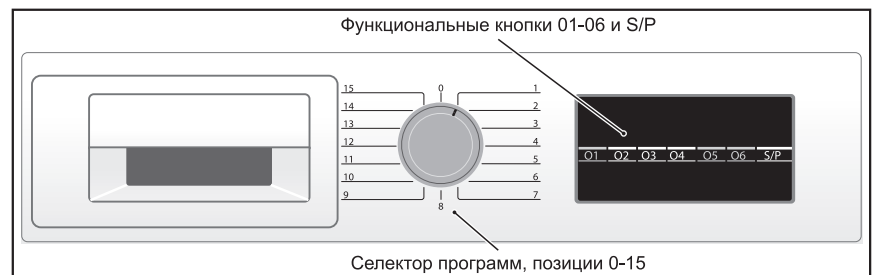

Рис. 1. Упрощенный внешний вид одной из разновидностей ПУ для СМ BOSCH серии |4
Внешний вид одной из версий ПУ для СМ BOSCH серии |4 показан на рис. 1. Данные ПУ внешне похожи, поэтому разделять их между брендами не было необходимости. Указанные в аннотации статьи серии СМ, кроме всего прочего, имеют приводные моторы с инверторным управлением. Одна из версий силового электронного модуля (ЭМ) данных СМ была рассмотрена в [2].
1. На рис. 1 на ПУ показаны функциональные кнопки и